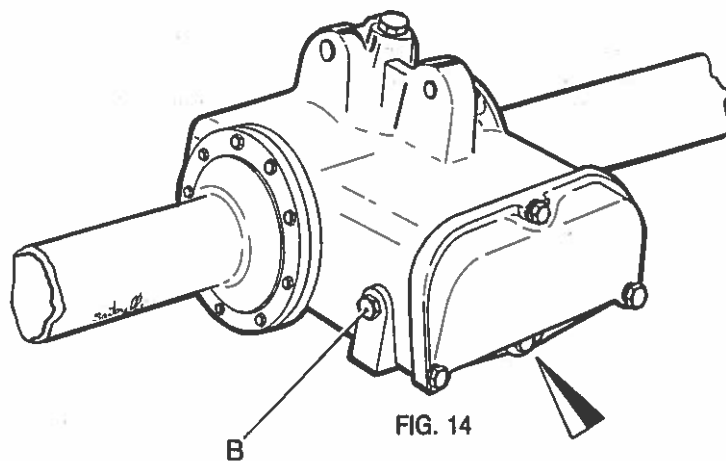

FIG. 14
- CONTROLLARE IL LIVELLO DELL'OLIO DELLA SCATOLA CAMBIO. (FIG. 14 - POS. B)
- CAMBIARE L'OLIO DELLA SCATOLA SVITANDO IL TAPPO DI SCARICO INDICATO IN FIG.14 AGIP-ROTRA MP 85 W/140 ( LITRI 2)
- CHECK GEARBOX OIL LEVEL. (FIG. 14 - POS. B)
- CONTROLER LE NIVEAU DE L'HUILE DAN LE BOITIER. (FIG. 14 - POS. B)
- KONTROLLE DES OELNIVEAUS IM GETRIEBEKASTEN. (FIG. 14 - POS. B)
- CONTROLAR EL NIVEL DEL ACEITE DE LA CAJA DE CAMBIOS. (FIG. 14 - POS. B)